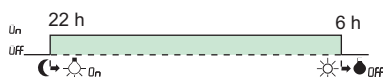

Fig. 3.
- Odată încheiată această fază, IC Astro va calcula ora de răsărit și de apus și va încărca programul standard (operare de la apus la răsărit), (a se vedea Fig. 3).